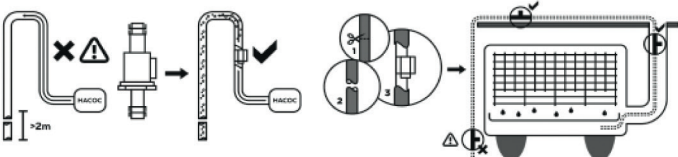

рис. 2
- 5. Конец выпускной трубки не рекомендуется опускать ниже 2 метров относительно насосного модуля. В противном случае будет наблюдаться «сифонный эффект», и для его подавления будет необходимо установить антисифонный клапан в одном из допустимых мест (рис. 2).